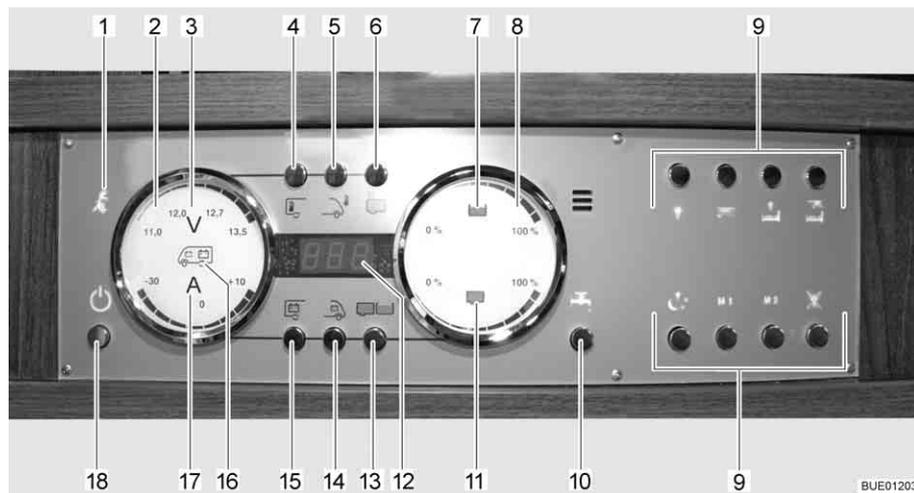

Bild 134 Panel LT 510
Die 230-V-Kontroll-Leuchte (Bild 134,1) leuchtet, wenn am Eingang des Elektroblocs Netzspannung vorhanden ist.
Der 12-V-Hauptschalter (Bild 134,18) schaltet das Panel und die 12-V-Versorgung des Wohnraums ein und aus.
- Taste 12-V-Versorgung (Bild 134,18) kurz drücken. Die 12-V-Versorgung des Wohnraums ist eingeschaltet. Die Kontroll-Anzeige "12 V" leuchtet.
- ▷ Wenn nach dem Einschalten die LED "11,0" der Voltanzeige sowie das Symbol Volt "V" (Bild 134,3) im Anzeigeelement Batterien (Bild 134,2) blinken, dann ist die Spannung der Wohnraumbatterie zu gering. Batterie laden.
- ▷ Wenn nach dem Einschalten die Kontroll-Anzeige "12 V" und das Symbol Volt "V" (Bild 134,3) dreimal blinken, dann ist die Batterietrennung aktiviert. Batterietrennung deaktivieren.
- Taste 12-V-Versorgung (Bild 134,18) kurz drücken. Die 12-V-Versorgung des Wohnraums ist ausgeschaltet. Die Kontroll-Anzeige "12-V-Versorgung" erlischt.
- Taste Wohnraumbatterie (Bild 134,15) drücken und ca. 10 Sekunden lang gedrückt halten. Das Symbol Volt "V" (Bild 134,3) und die Kontroll-Anzeige "12 V" blinken dreimal. Die Wohnraumbatterie ist vom 12-V-Bordnetz getrennt.
- Taste 12-V-Versorgung (Bild 134,18) drücken und ca. 5 Sekunden lang gedrückt halten. Das Symbol Volt "V" (Bild 134,3) und die Kontroll-Anzeige "12 V" blinken dreimal. Die Wohnraumbatterie ist mit dem 12-V-Bordnetz verbunden. Die Kontroll-Anzeige leuchtet nach ca. 5 Sekunden.
- Taste Wohnraumbatterie (Bild 134,15) drücken. Das Symbol Volt "V" (Bild 134,3) leuchtet. Das Symbol Ampere "A" (Bild 134,17) leuchtet je nach Ladung oder Entladung weiß bzw. rot. Die Batteriespannung und der Strom der Wohnraumbatterie werden über die LEDs im Anzeigeelement angezeigt.
- Taste Starterbatterie (Bild 134,14) drücken. Das Symbol Volt "V" (Bild 134,3) leuchtet. Die Batteriespannung der Starterbatterie wird über die LEDs im Anzeigeelement angezeigt.
- Taste Tanks (Bild 134,13) drücken. Die Symbole Wassertank (Bild 134,7) und Abwassertank (Bild 134,11) leuchten. Die Füllstände des Wassertanks (obere Skala) und des Abwassertanks (untere Skala) werden über die LEDs im Anzeigeeinstrument angezeigt.
Tank-Alarm Das Symbol Wassertank (Bild 134,7) oder das Symbol Abwassertank (Bild 134,11) blinkt, wenn der Wassertank leer oder der Abwassertank voll ist.
Über die Digitalanzeige (Bild 134,12) lassen sich die Innentemperatur und die Außentemperatur anzeigen.